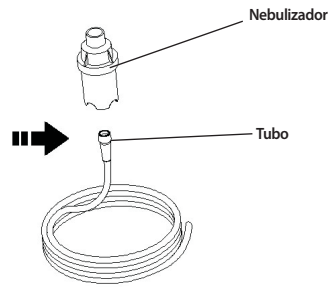

Figura 6-2
10. Presione con firmeza el otro extremo del tubo sobre la parte inferior de la taza del nebulizador (Figura 6-2).